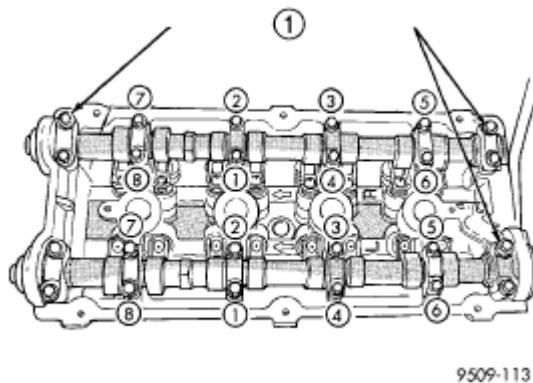

Рис. 18. Крышки подшипников распредвала – снятие.
- (6) Ослабить и отвернуть болты крепления крышек подшипников распредвала в указанной последовательности (Рис. 18), на каждом валу по отдельности. Снять крышки.